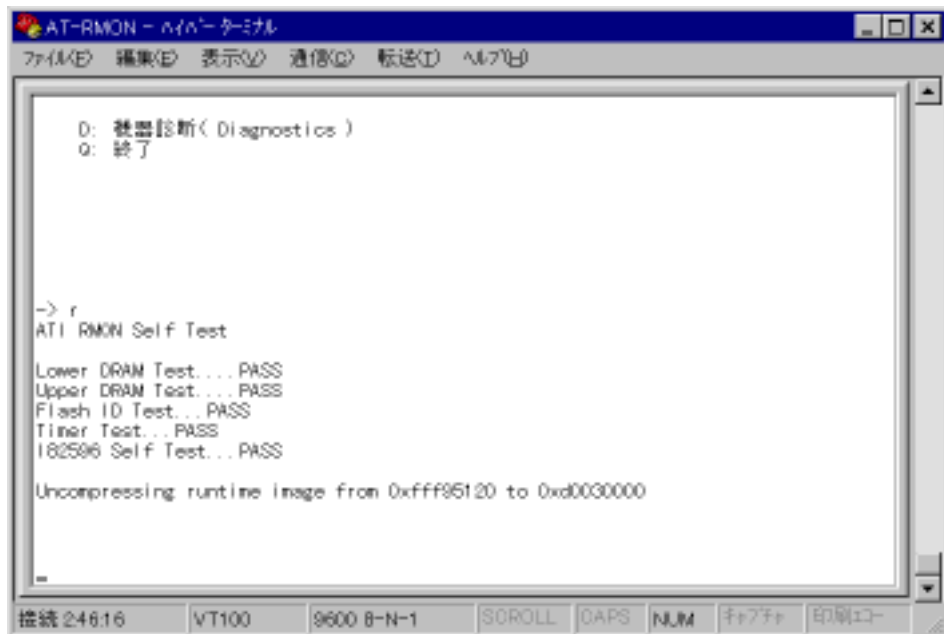

図6-11: 初期化
1. メインメニューから "R" を入力し「R: 出荷時の初期値に復帰して再起動」を選択します。リターンキーで確定するとセルフテストが自動実行され、図6-11がの画面が表示されます。